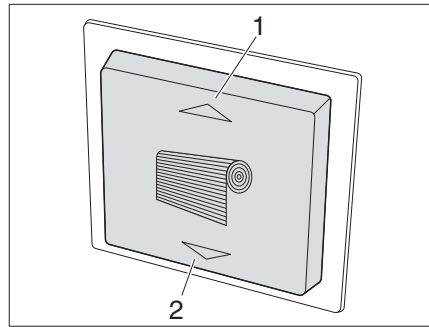
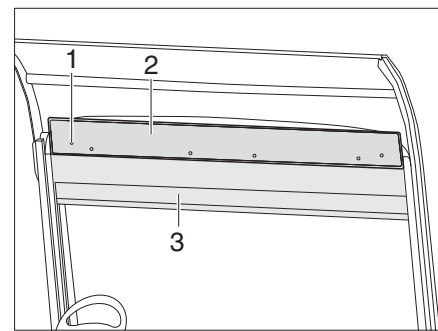

Fig. 78 Interruttore della tenda a rullo
Fig. 80 Funzione di emergenza tenda a rullo
- Chiusura:** ■ Premere il tasto (Fig. 78/2). La tenda a rullo (Fig. 80/3) per il parabrezza si sposta verso il basso.
- Apertura:** ■ Premere il tasto (Fig. 78/1). La tenda a rullo (Fig. 80/3) per il parabrezza si sposta verso l'alto.
- Svitare le 6 viti (Fig. 80/1) dalla cassetta della tenda e togliere il coperchio (Fig. 80/2).
- Agganciare la manovella a uno dei due motori e sollevare o abbassare la tenda a rullo (Fig. 80/3).